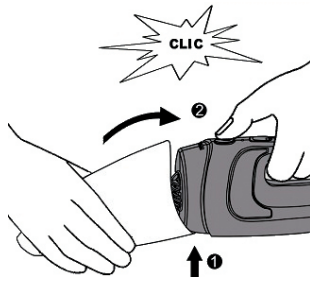
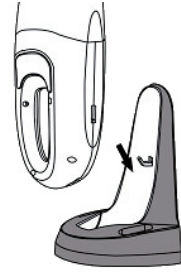

Figure 10
Figure 11
8. Remplacez le réservoir sur le bloc moteur jusqu'au clic de verrouillage (Fig. 10) et remettez l'appareil sur son socle de chargement (Fig. 11).